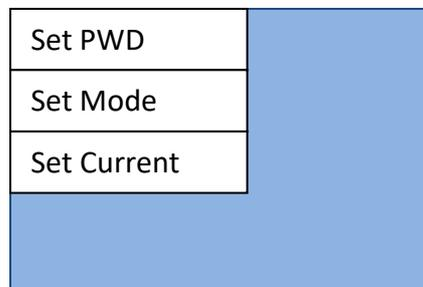
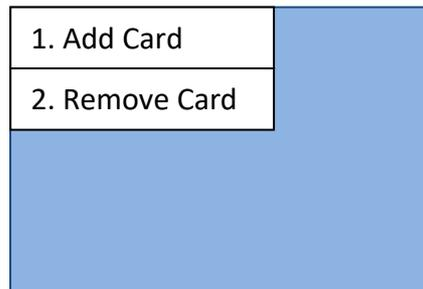

Abbildung 68 - Ansicht für Konfiguration von Passwort, Betriebsmodus und Stromstärke
Abbildung 70 - Bildschirm Kontrolle der RFID-Karte
- 4) Abbildung 68 erscheint.
- 2) Abbildung 68 den Betriebsmodus „Offline“ auswählen und auf ‚Bestätigen/Absenden‘ drücken. 120 Sekunden auf die Aktivierung der Einstellung warten, dann die Vorrichtung aus- und wieder einschalten.
- 4) Abbildung 68 den Punkt ‚3. Management‘ (Verwaltung) auswählen und Bestätigen/Absenden drücken. Warten bis die Seite in Abbildung 70 erscheint.